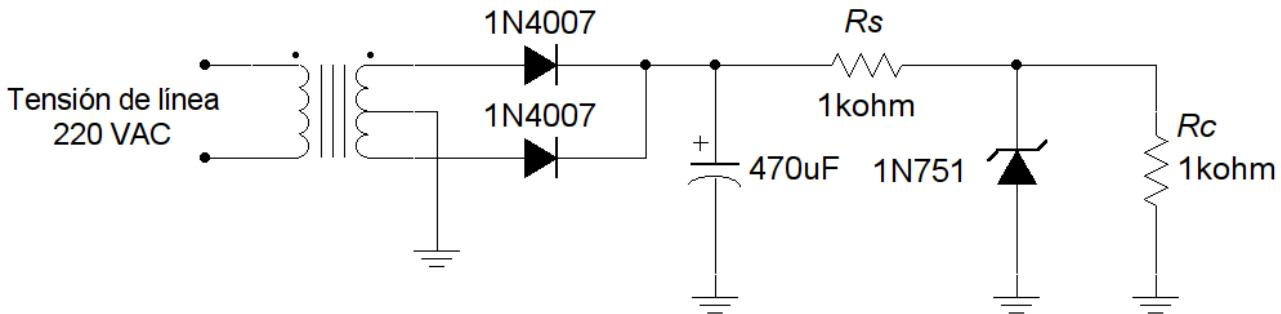
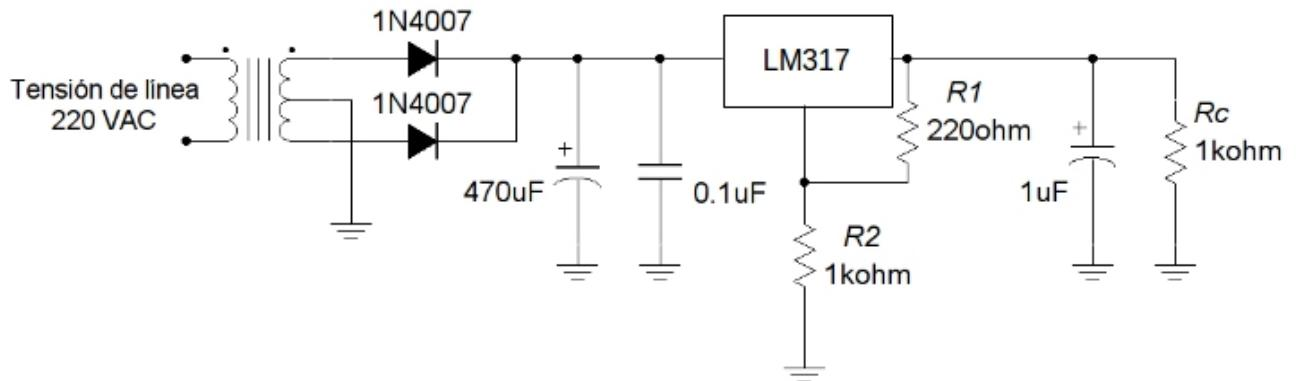

Figura 9: Rectificador con regulador Zener.
Figura 10: Rectificador con regulador integrado LM317.
- Como muestra la Figura 9, conectar a la salida del rectificador de onda completa con filtro a capacitor un circuito regulador Zener.
- Armar el circuito de la Figura 10. Notar que es similar al de la Figura 9, sólo que ahora la tensión de salida está regulada por un integrado LM317.